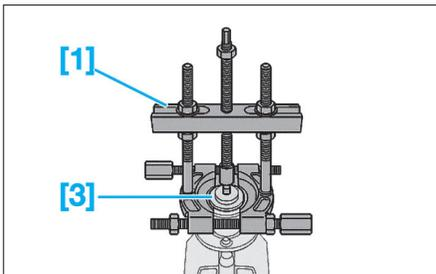

Fig. 35
- Poser l'outil [3] et [1] (Fig.35).